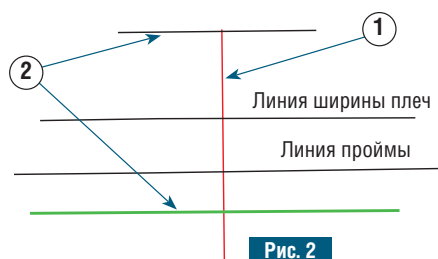

Рис. 2
① На середине белого листа (для чертежа длинного рукава его формат должен быть не менее 50×70 см) проведите линию середины рукава (на рис. 2 отмечена красным цветом). На расстоянии примерно 5 см от верхнего края начертите короткую горизонталь, параллельную середине рукава.
Перенесите полученный результат на красную линию на рисунке 2, затем начертите основную линию головки рукава (на рис. 2 показана зеленым цветом). Для получения большего количества меток можно обозначить конструктивные линии ширины плеч и проймы.